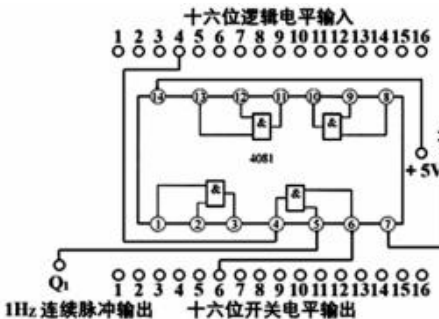

图 7 验证与门电路逻辑功能实验电路二
⑥关断交流电源开关,关断直流稳压电源的 5V 电源开关。
⑦如图 7 所示,把十六位开关电平输出中第 5 孔的插头拔出改插到连续脉冲输出的 Q_1 孔中,把频率范围开关拨向 1Hz,其余导线保持原样不动。